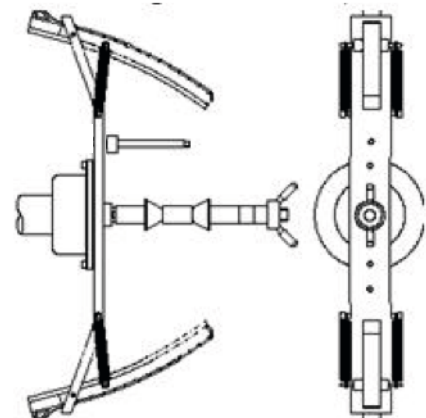

Figure F4.3. Positionnement d'une masse sur la face externe du kit MOTO (phase CAL 3)
10. A la fin du test, le message " CAL h 1 2" s'affiche. Fixer la masse de calibration sur la face externe du kit MOTO, comme indiqué sur la figure F4.3. La masse doit être positionnée sur le trou portant l'inscription "CAL".
11. Mettre le kit MOTO en position verticale exacte, avec la masse sur le dessus, comme indiqué sur la figure F4.3. Appuyer sur la touche [P8] Start ou baisser le carter de protection.